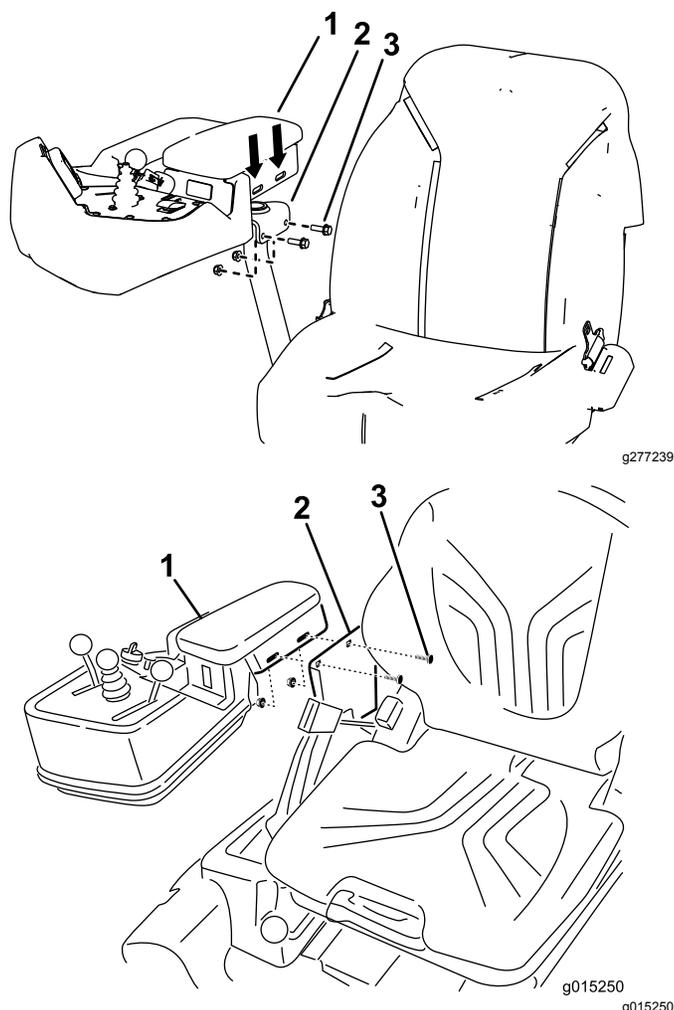

Figure 8
6. Fixez l'accoudoir au siège avec les 2 boulons à embase et écrous à embase retirés précédemment (Figure 8).
**Remarque:** Pour obtenir un réglage supplémentaire de l'accoudoir, desserrez les fixations de l'accoudoir et déplacez-le (Figure 8).